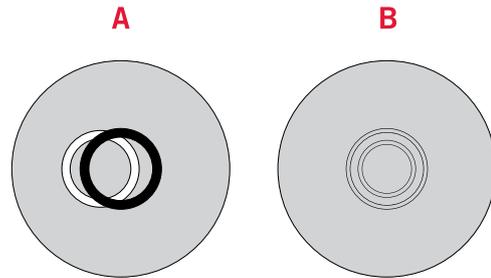

Abb. 9
- Ziehen Sie ein Okular aus dem Tubus und setzen Sie das Zentrier-Teleskop statt dessen ein (separat erhältlich). Kontrollieren Sie, ob der Lichtring mit der Phasenplatte des Objektivs zur Deckung gebracht ist. (Abb. 9).